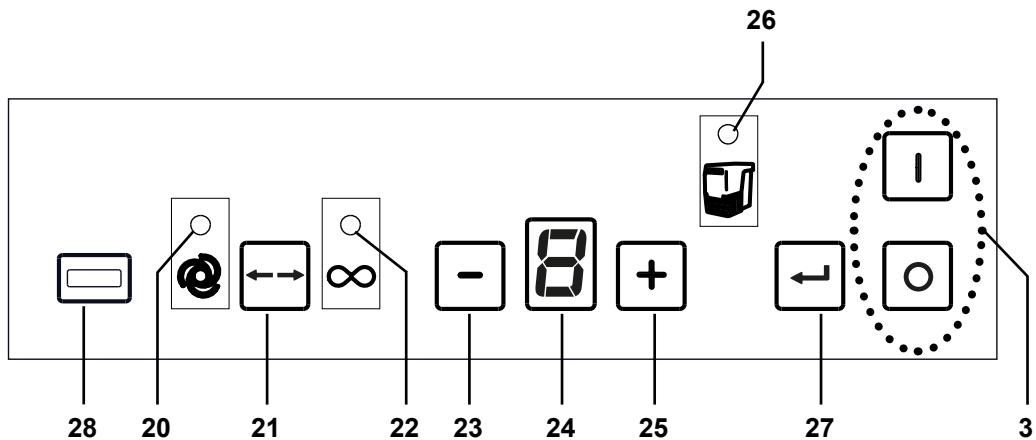

Fig. 2
- ⇒ Disinserire l'apparecchio tramite l'interruttore On / Off (3, Fig. 2).
L'aspiratore è azionabile mediante i tasti situati sul pannello di comando (Fig. 2).